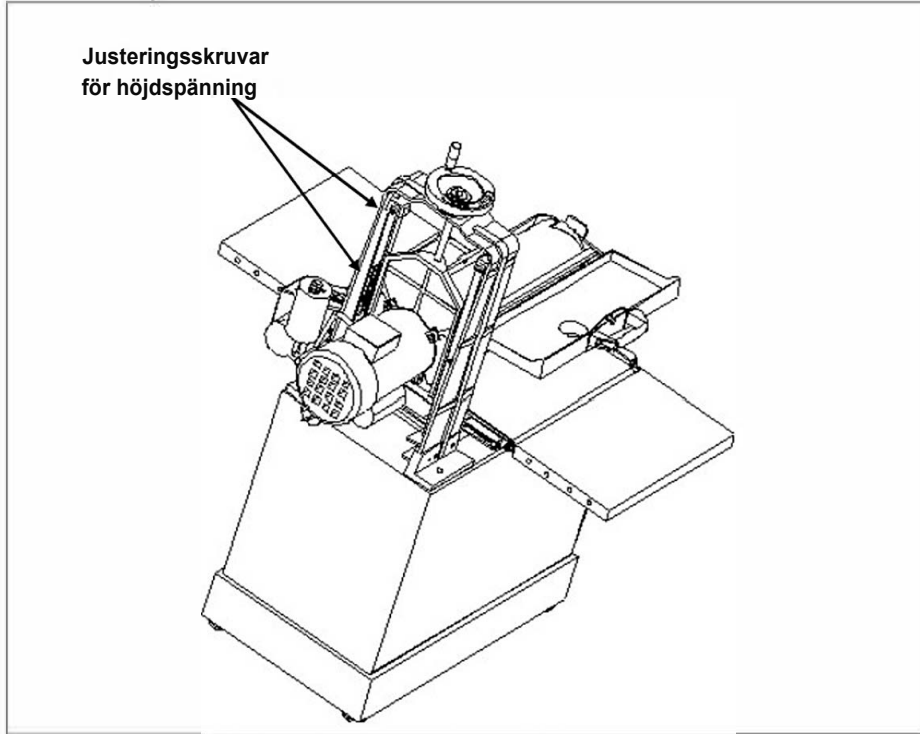

Fig 7
1. Kontrollera att spännskruvarna för höjjusteringen sitter lagom hårt. (se fig 7) De ska vara justerade så att höjjusteringen går mjukt, men samtidigt ge tillräcklig spänning för att begränsa valsens nedböjning. Om skruvarna är för lösa böjer sig valsen under användning och ger ojämn slipyta. Om de är för hårt åtdragna blir höjjusteringen trög.